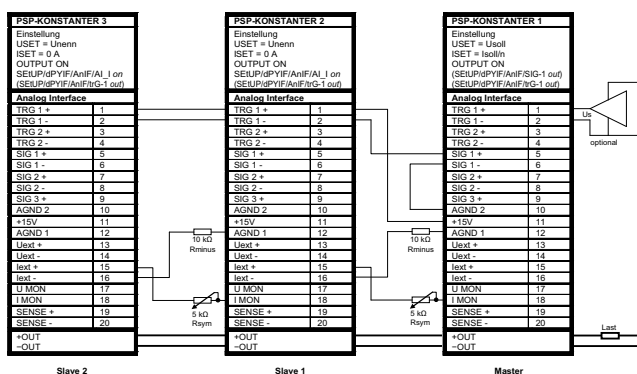

Bild 7.9.2 Verdrahtung für Master / Slave Parallelschaltung
- Verkoppeln Sie Master- und Slave-Gerät(e) wie in Bild 7.9.2 dargestellt.
- Damit wie im Beispiel Bild 7.9.2 der OUTPUT ON Zustand der Slaves mit dem OUTPUT ON Zustand des Masters über die Signalausgangs- und Triggereingangsbeschaltung geschaltet wird, muss am Master „SetUP/dPYIF/AnIF/SiG-(x1) out“ und an den Slaves „SetUP/dPYIF/AnIF/trG-(x2) out“, (x1) und (x2) im Beispiel jeweils 1, eingestellt werden.